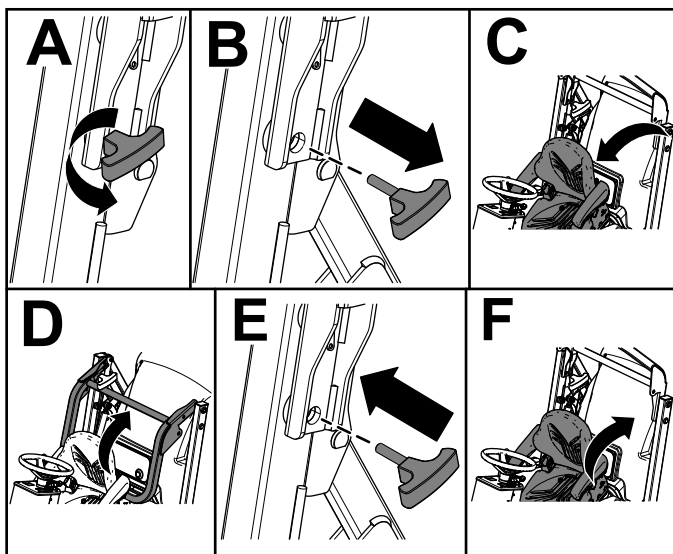

Figura 16
4. Inclíne el asiento hacia adelante (Figura 16).
5. Retire los pasadores de la barra antivuelco (Figura 16).
6. Eleve la barra antivuelco y sujétela con los pasadores (Figura 16).
7. Inclíne la parte trasera del asiento hasta la posición de bloqueo (Figura 16).